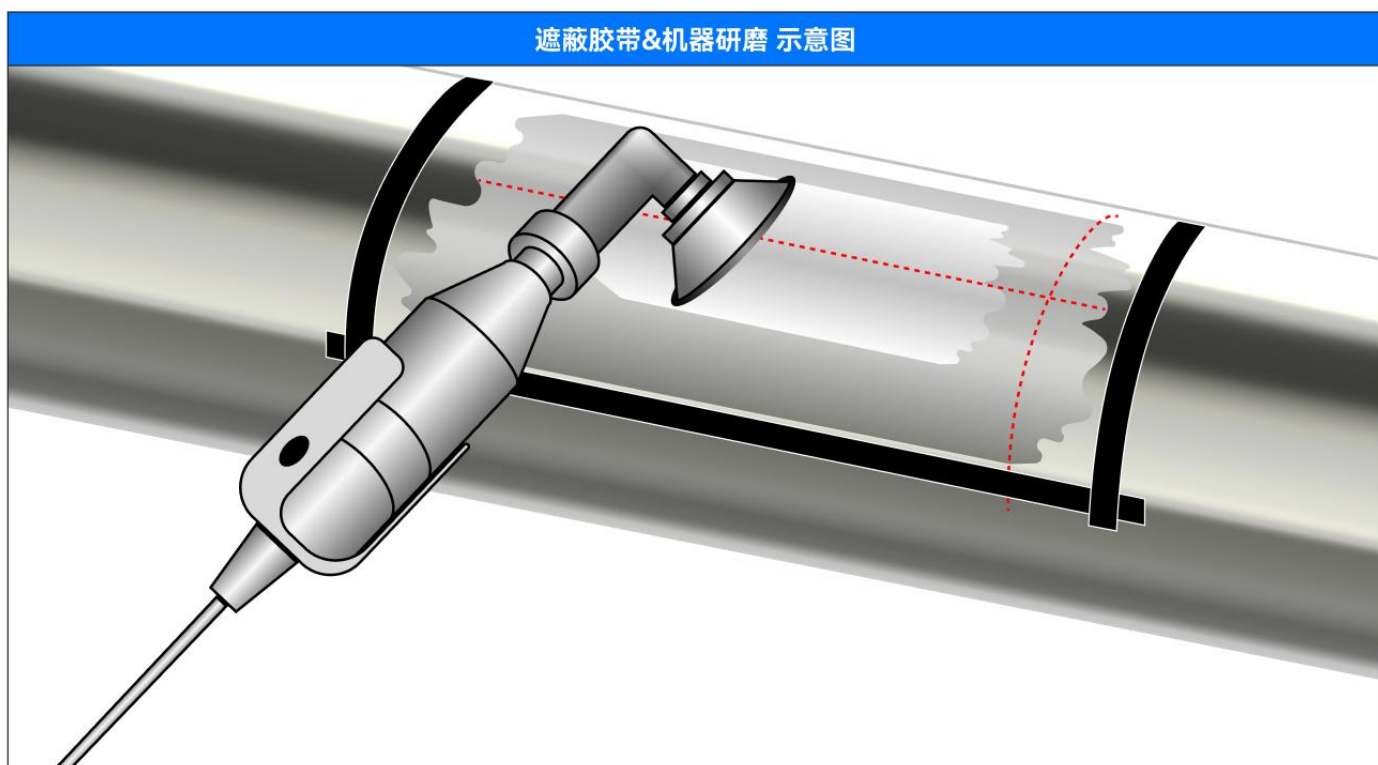

图3.16
6. 以发送器单元为导向，使用遮蔽胶带大致指示要清洁的区域，如图3.16。该区域应靠近为转子组件标记的圆周线，以便在安装后将发送器轻松连接至转子组件。